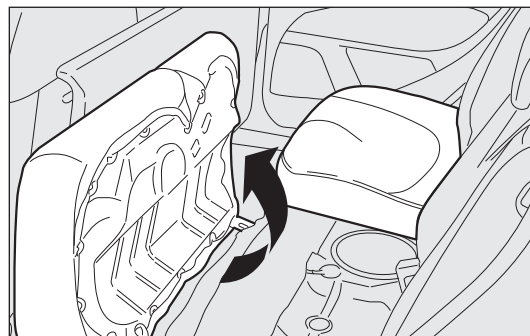

fig. 92
AGRANDISSEMENT DU COFFRE À BAGAGES**Agrandissement partiel (1/3 ou 2/3) fig. 92**
- ☐ renverser les coussins en avant dans le sens indiqué par la flèche fig. 92 ;